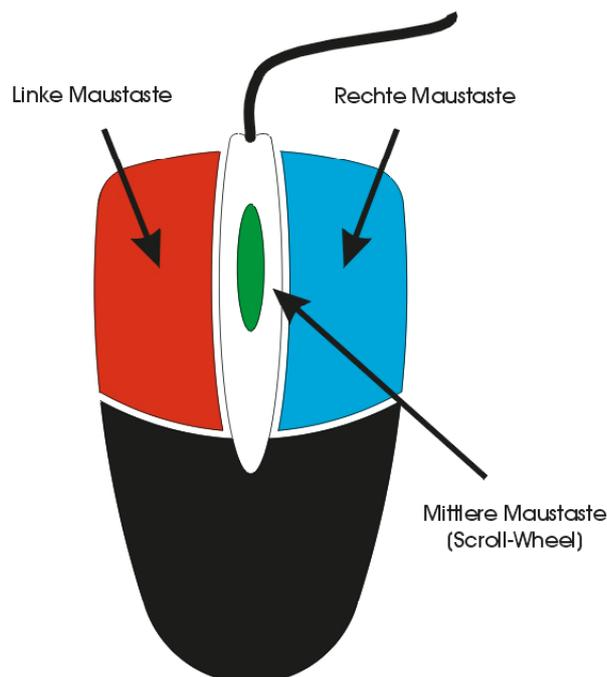

Abb. 1.1: Funktionstasten der Maus
Auf einige wesentliche Operationen, welche sich ausschließlich mit der Maus durchführen lassen, wollen wir an dieser Stelle dennoch kurz eingehen. Dazu betrachten wir die Abbildung 1.1:
Sie können eine Zeichnungsdatei, welche in dem **Grafikbereich (1)** erscheint, sobald sie geladen ist, mit den Funktionstasten der Maus (*Abb. 1.1*) vergrößern, verkleinern, verschieben oder drehen und kippen. Diese Funktionen sind nachfolgend beschrieben: